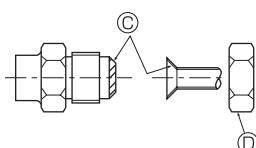

Fig. 5-5
Ⓐ (Fig. 5-5)
## 5.5. Connexion des tuyaux (Fig. 5-4) (Fig. 5-5)
- [Fig. 5-5]